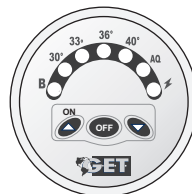

Figura 06
- A figura 06 ilustra o painel acionador. Observe que temos uma seta à esquerda, apontando para cima e outra à direita, apontando para baixo, um botão OFF e led's indicadores.